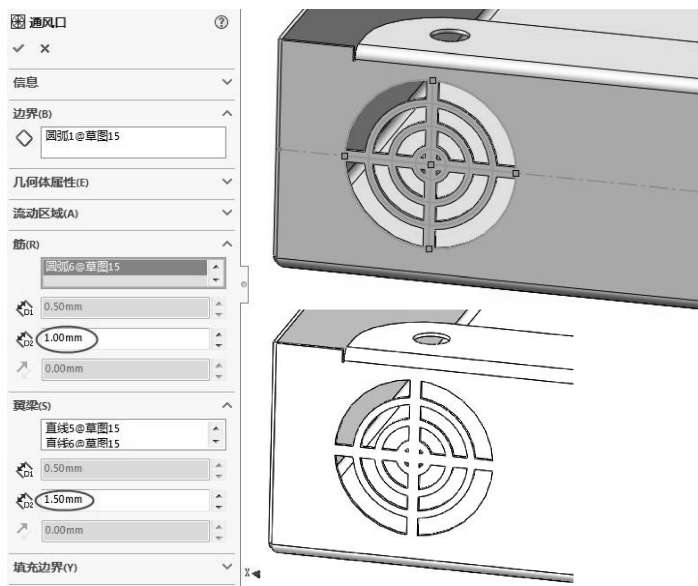

图 6-78 生成通风口
- 11 单击【通风口】按钮, 弹出【通风口】属性面板。选择所绘制的草图, 系统自动捕捉到最大直径圆, 将其作为通风口的边界。在【通风口】属性面板中选择所有圆为“筋”, 输入筋的宽度均为 1mm; 水平和竖直的直线段为【翼梁】, 翼梁的宽度为 1.5mm, 单击选中最小圆作为填充边界, 填充边界内将被封闭不再被分割。设置参数过程中, 用户可以预览图形的变化, 设置完成后确认创建通风口完毕, 如图 6-78 所示。